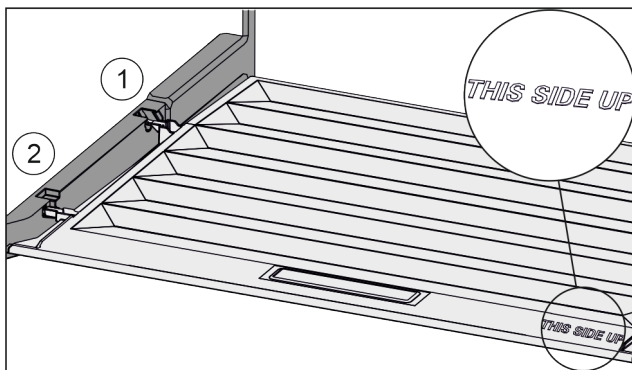

Fig. 125
- ▶ Introduire les rainures du couvercle par l'orifice du support arrière Fig. 125 (1) et les enclencher à l'avant dans le support Fig. 125 (2).